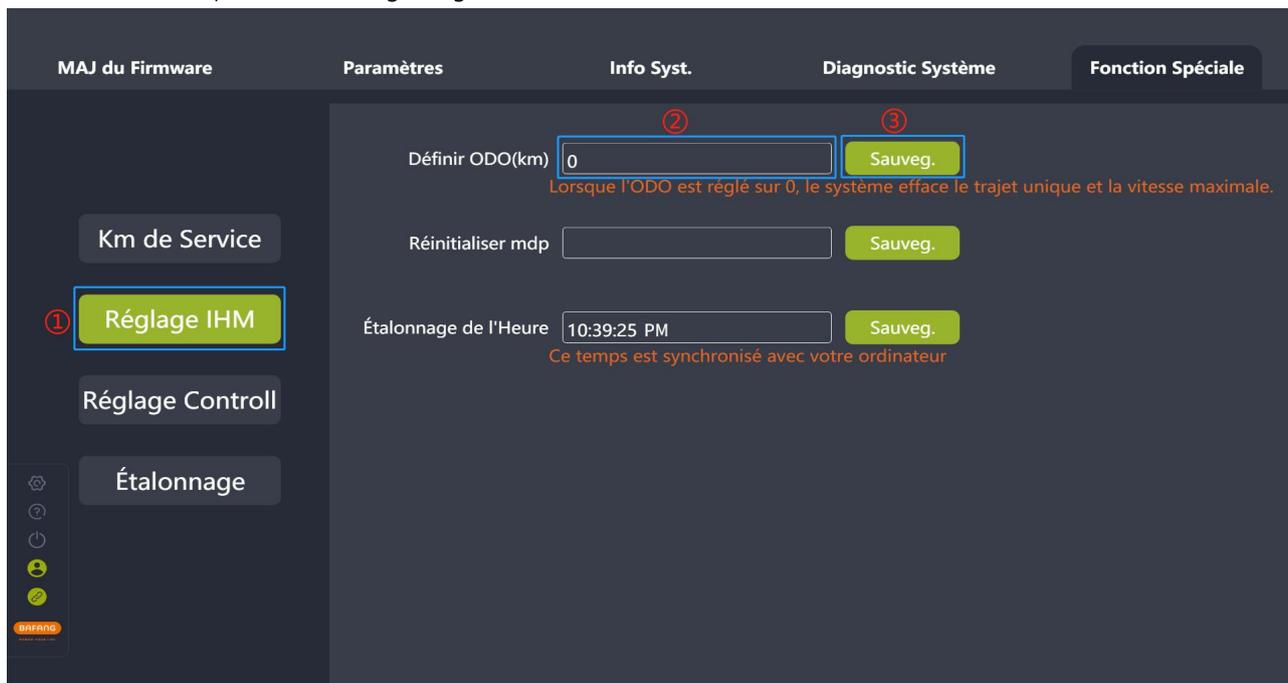

Fig. 8-4 Définir ODO
- (1) Connectez le BESST Tool à l'IHM et sélectionnez "Réglage IHM".
- (2) Entrez la valeur ODO (un nombre entier de 0 à 9999) dans la zone de saisie "Définir ODO (km)".
- (3) Cliquez sur "Sauveg." (Fig.8-4).